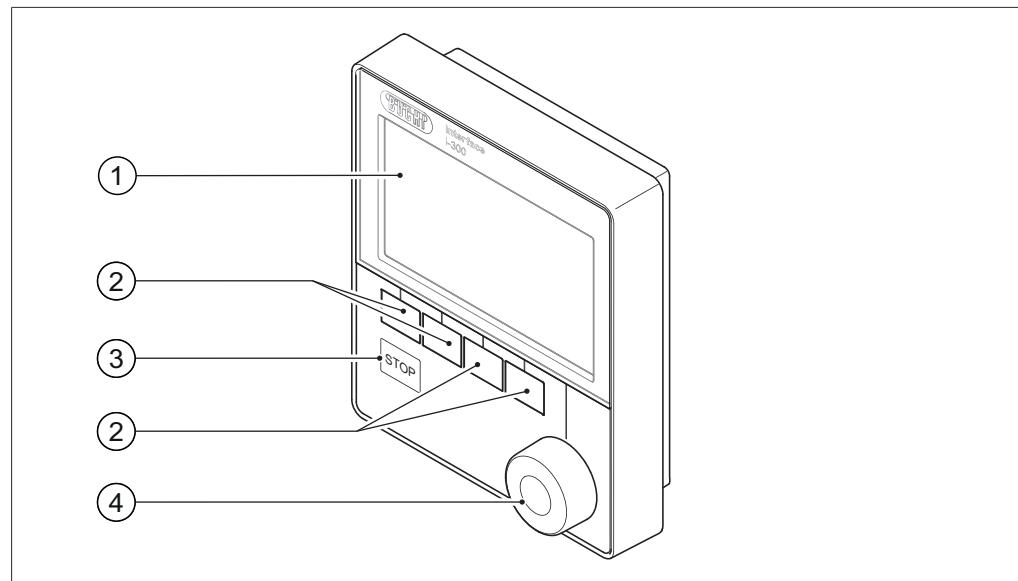

図 37: Interface I-300（インターフェース）
- ▶ ロータリードライブのダイヤル (1) を押し、低回転数で回転をスタートします。回転速度はダイヤルで調節できます。
- ▶ 回転フラスコをヒーティングバス内に浸漬します。図 37 保護シールドを使用する場合は、指やその他の身体の一部を挟まないように注意してください。